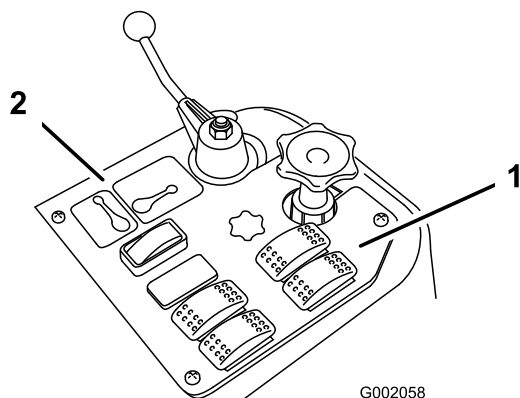
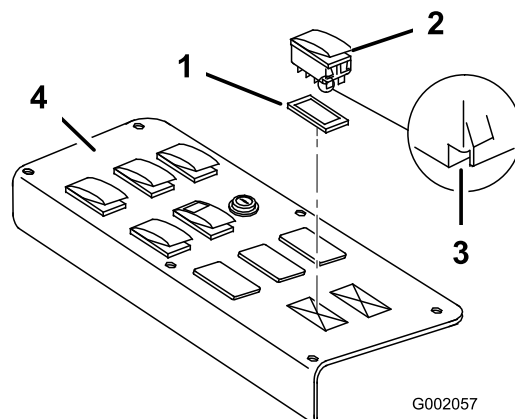

Рисунок 24
Рисунок 25
2. Извлеките из панели управления опрыскиванием две заглушки и установите на их место два клавишных выключателя (См. Рисунок 24 для Multi Pro 1200 и Рисунок 25 Multi Pro 1250).
Примечание: Убедитесь, что ориентация выключателей соответствует указанной на Рисунок 25: выемки выключателей обращены в сторону задней части машины.